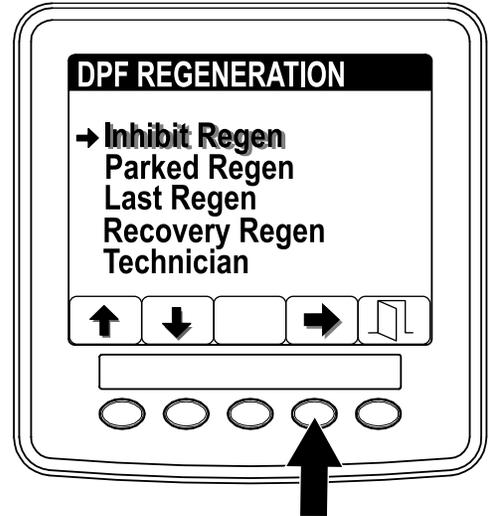

Figure 12
1. Ouvrez le menu DPF Regeneration, appuyez sur le bouton 1 ou 2 et naviguez jusqu'à l'option INHIBIT REGEN (interdiction de régénération) (Figure 12).
2. Appuyez sur le bouton 4 pour sélectionner l'option Inhibit Regen (Figure 12).